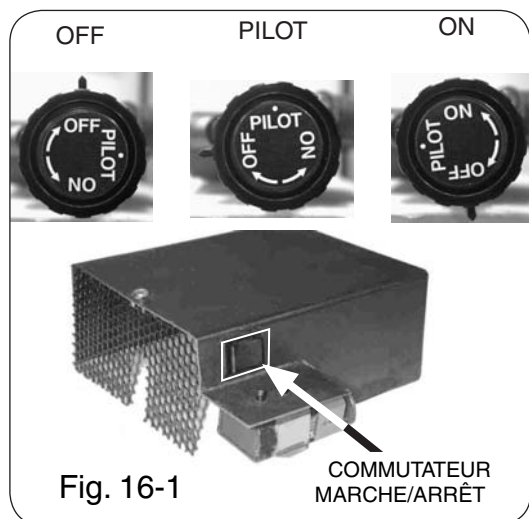

Fig. 16-1
1. Tournez le bouton de commande de brûleur (Fig. 16-1) de la soupape de commande de brûleur du côté de la casserole de brûleur dans le sens contraire des aiguilles d'une montre de sorte que le texte sur le dessus du bouton change d'**OFF** en le **PILOT** (seulement le gaz pilote coulera quand le bouton est enfoncé).
Si vous ne projetez pas sur utiliser votre brûleur à casserole pendant une période prolongée vous pouvez choisir de vous éteindre le pilote. Pour faire ceci, tournez le bouton de commande de brûleur jusqu'à la position de **OFF** (Fig. 16-1).